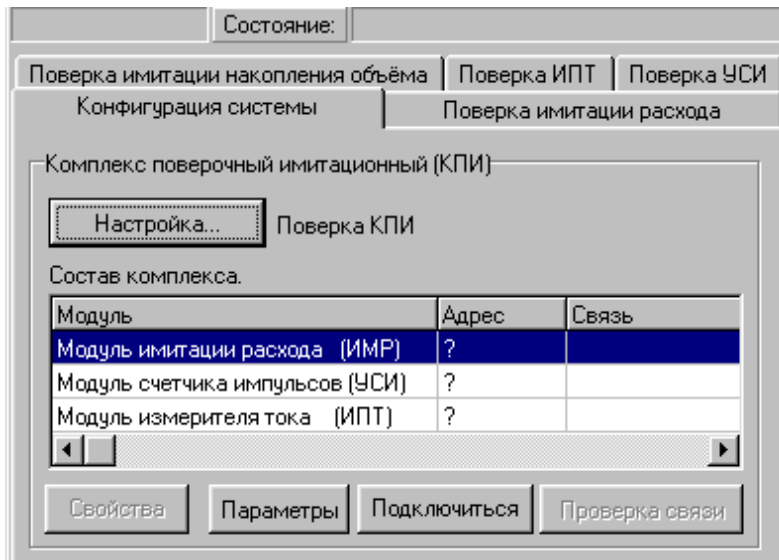

Рис.51. Вид основного окна для целевой задачи «Поверка КПИ».
- запустить на ПК программу **Монитор КПИ-01** и выполнить ее настройку. Порядок работы с ПО описан в разделе 2.4.1. Для проведения поверки выбирается целевая задача **Поверка КПИ** (рис.3). Основное окно будет иметь вид, представленный на рис.51.